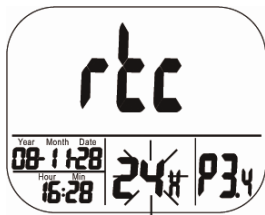

Abb. 15: Auswahl zwischen 12 Stunden und 24 Stundenanzeige bei der Uhr
- Gehen Sie ebenso zur Einstellung des Tages in P 3.3-Modus vor. Nach dem Speichern mit der SET-Taste gelangen sie in den P3.4-Modus zur Auswahl zwischen der 12 Stunden- und 24 Stunden-Anzeige (Abb. 15).